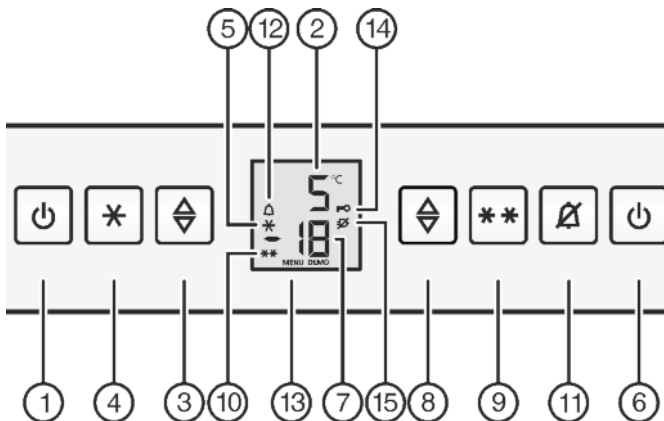

Fig. 2
- ▶ 按下冷冻区按键 On/Off Fig. 2 (6)。
- ▶ 按下冷藏区按键 On/Off Fig. 2 (1)。
- ▶ 激活设置模式：按下速冻 (SuperFrost) 键 Fig. 2 (9) 约 5 秒。
- ▷ 显示器中菜单符号 Fig. 2 (13)。
- ▶ 短按速冻 (SuperFrost) 键 Fig. 2 (9) 确认。
- ▷ 儿童锁符号 Fig. 2 (14) 在显示器中闪烁。
- ▶ 短按冷冻区按键 On/Off Fig. 2 (6)。
- ▶ 短按速冻 (SuperFrost) 键 *Fig. 2 (9)* 确认。
- ▷ 儿童锁符号 *Fig. 2 (14)* 消失。
- ▶ 短按冷冻区按键 **On/Off** *Fig. 2 (6)*。
- ▶ 按下报警按键 *Fig. 2 (11)*。
同时温度显示器和报警标志 *Fig. 2 (12)* 闪烁。
如果重新达到足够冷的温度，发声报警器自动停止鸣响，报警标志 *Fig. 2 (12)* 熄灭，温度显示器停止闪烁。